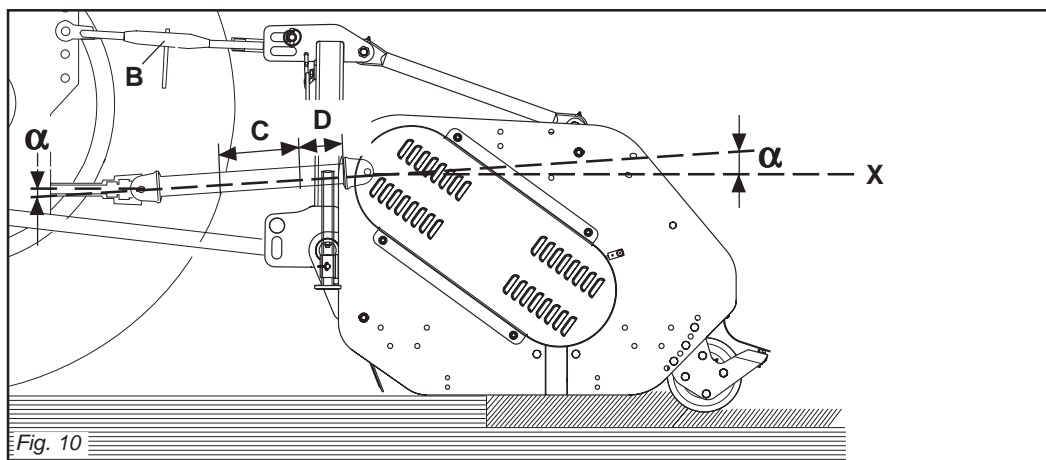
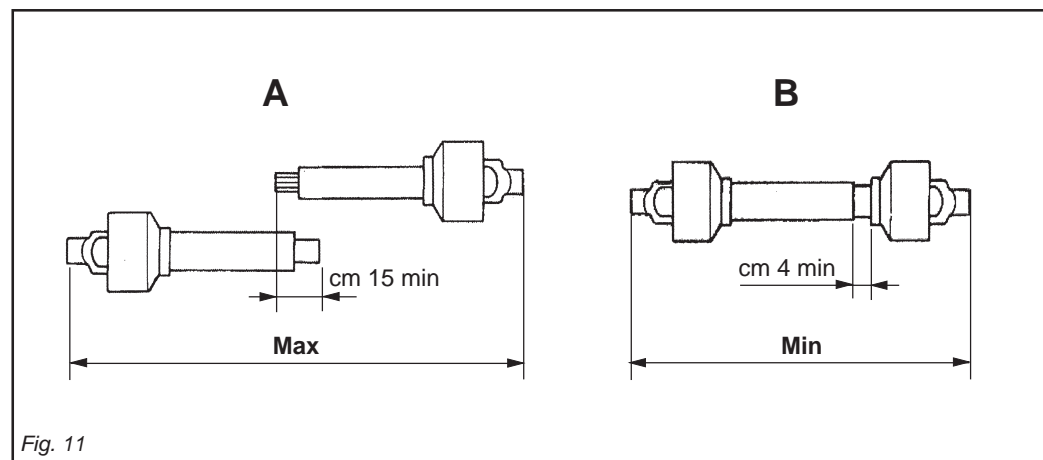

Fig. 10
Fig. 11
L'attacco è corretto quando la macchina è orizzontale in posizione di lavoro. Per fare ciò aumentare o diminuire la lunghezza della barra superiore dell'attacco (B Fig. 10) in modo da portare l'asse (X Fig. 10) della ghiera scanalata della scatola parallela al suolo.
- I due angoli (α Fig. 10) formati dalle assi delle forcelle e l'asse dei tubi scorrevoli saranno uguali e non dovranno superare i 10°.
- La copertura (C Fig. 10) dei tubi scorrevoli deve essere di 15 cm minimo (Fig. 11).
- I due tubi dell'albero di trasmissione a cardano non si devono ricoprire completamente, una corsa di sicurezza (D Fig. 10) di 4 cm minimo deve sussistere.
- Gli angoli (α Fig. 10) dei cardani non devono essere superiori a 40° (Fig. 10).
Connection is correct when the machine is horizontal in the operating position. To achieve this, increase or decrease the length of the top bar of the hitch (B Fig. 10) so as to set the axis (X Fig. 10) of the housing's grooved ring nut parallel to the ground.
- The two angles (α Fig. 10) formed by the fork axes and the axis of the sliding tubes will be equal and must not exceed 10°.
- The sliding tubes (C Fig. 10) must overlap by at least 15 cm (Fig. 11).
- The two tubes of the driveline shaft must not fully overlap. There must always be a safety travel (D Fig. 10) of at least 4 cm.
- The angles (α Fig. 10) of the drivelines must not exceed 40° (Fig. 10).
L'attelage est correct quand dans la position de travail la machine est horizontale. Pour obtenir cette condition augmenter ou diminuer la longueur de la barre supérieure de l'attelage (B Fig. 10) de manière à ce que l'axe (X Fig. 10) de la bague cannelée de la boîte soit parallèle au sol.
- Les deux angles (α Fig. 10) formés par les axes des fourches et l'axe des tubes coulissants doivent être identiques et ne doivent pas dépasser 10°.
- La couverture (C Fig. 10) des tubes coulissants doit être au minimum de 15 mm (Fig. 11).
- Les deux tubes de l'arbre de transmission à cardans ne doivent pas se recouvrir complètement, il doit rester une course de sécurité (D Fig. 10) de 4 cm au minimum.
- Les angles (α Fig. 10) des cardans ne doivent pas être supérieurs à 40° (Fig. 10).
Der Anbau ist richtig, wenn das Gerät in der Arbeitsposition horizontal steht. Um dies zu erhalten, die Länge der oberen Kupplungsstange (B Abb. 10) erhöhen oder verringern, bis die Achse (X Abb. 10) der Keilmutter des Gehäuses parallel zum Boden steht.
- Die beiden Winkel (α Abb. 10), die aus den Achsen der Gabeln und der Achse der Gleitrohre bestehen, müssen gleich groß sein und dürfen auf keinen Fall größer als 10° sein.
- Die Überdeckung (C Abb. 10) der Gleitrohre muss mindestens 15 cm ausmachen (Abb. 11).
- Die beiden Rohre der Gelenkwelle dürfen sich nicht ganz überdecken. Es muss noch einen Sicherheitshub (D Abb. 10) von mindestens 4 cm geben.
- Die Winkel (α Abb. 10) der Gelenkwellen dürfen nicht größer als 40° sein (Abb. 10).
El enganche es correcto cuando la máquina está horizontal en posición de trabajo. Para ello aumentar o disminuir la longitud de la barra superior del enganche (B Fig. 10) en modo de llevar el eje (X Fig. 10) de la tuerca ranurada de la caja paralela al terreno.
- Los dos ángulos (α Fig. 10) formados por los ejes de las horquillas y el eje de los tubos corredizos serán iguales y deberán superar los 10°.
- La cobertura (C Fig. 10) de los tubos corredizos debe ser como mínimo de 15 cm (Fig. 11).
- Los dos tubos del árbol de transmisión de cardán no se deben cubrir completamente, debe quedar una carrera de seguridad (D Fig. 10) de 4 cm como mínimo.
- Los ángulos (α Fig. 10) de los cardanes no deben ser superiores a 40° (Fig. 10).
Quando esso è inserito al massimo, il gioco minimo consentito deve essere di 4 cm (Fig. 11).
When fully inserted, the minimum play must be 4 cm. (Fig. 11).
Quand il est entièrement rentré, le jeu minimum admissible doit être de 4 cm. (Fig. 11).
Wenn die beiden Teile ganz zusammengeschoben sind, muß das kleinstmögliche Spiel 4 cm ausmachen. (Abb. 11).